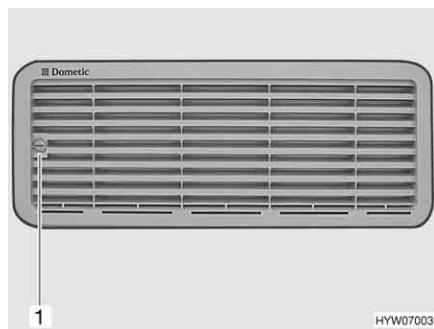

Fig. 69 Griglia di aerazione del frigorifero
- Con l'ausilio di una moneta ruotare la vite (Fig. 69,1) di un quarto di giro.